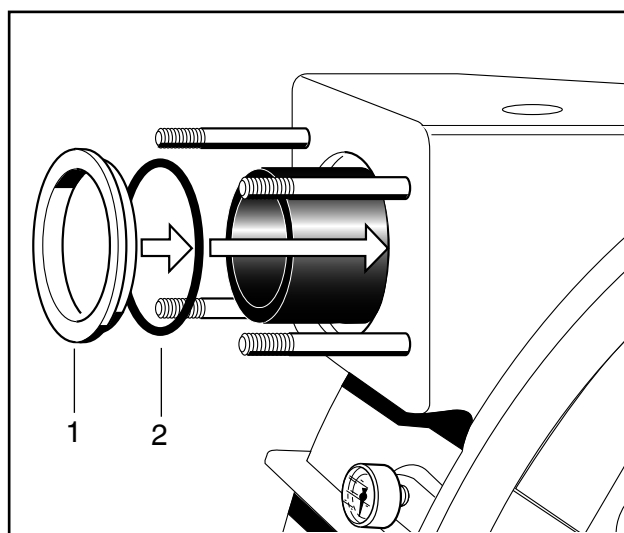

Fig. 22 Montage de la bague de retenue
5. Monter tout d'abord complètement le raccord du côté de refoulement. Commencer par monter un nouveau joint torique (pos. 2, fig. 22), puis la bague à épaulement (pos. 1, fig. 22).